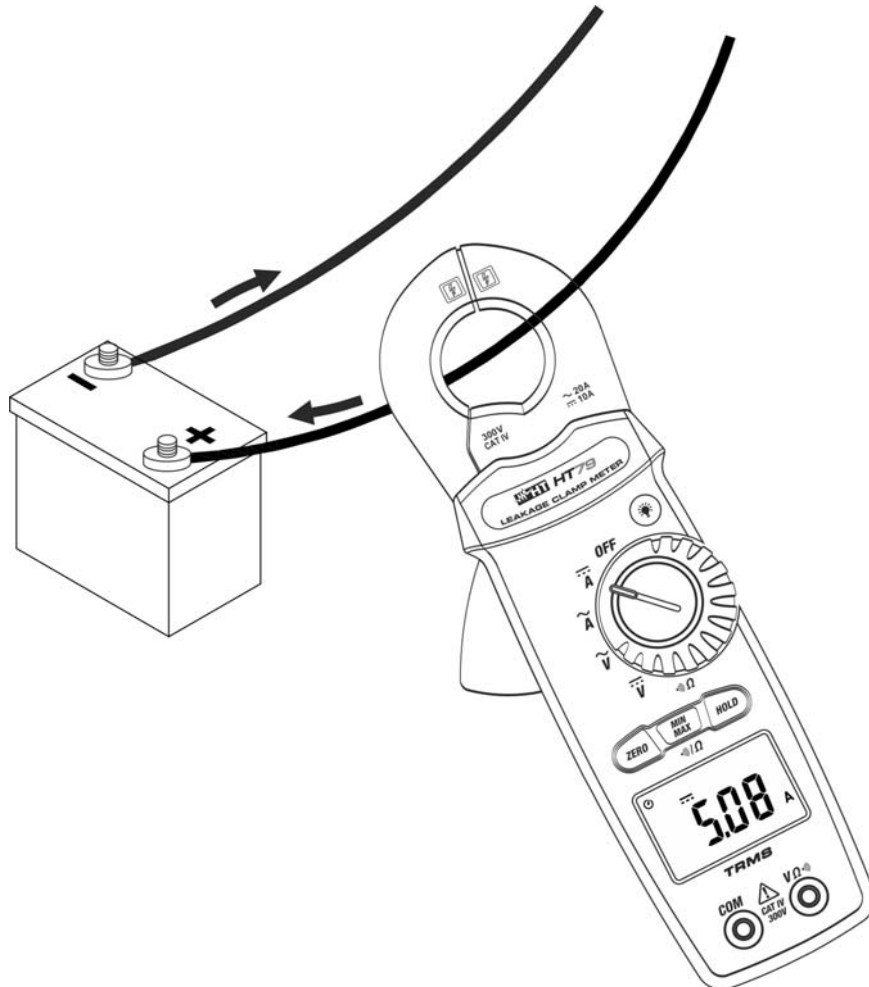

Fig. 8: Uso del instrumento para medida de Corriente CC
3. Inserte el cable en el interior del toroidal en el centro del mismo (vea la Fig. 8) a fin de obtener medidas precisas (vea la Fig. 2). El valor de la corriente CC, se muestra en pantalla